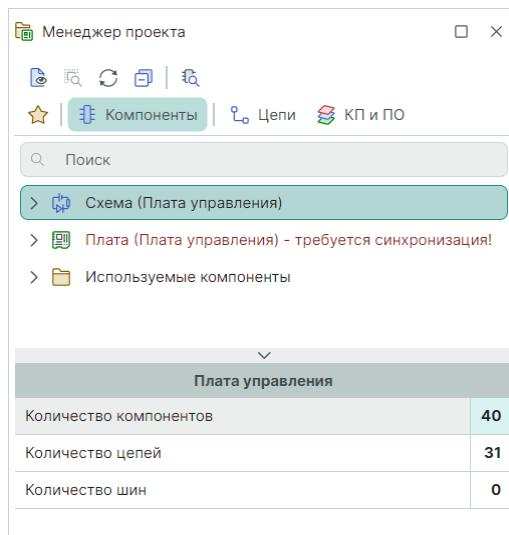

Рис. 286 Синхронизация через
1. Откройте плату проекта, см. Рис. 286.